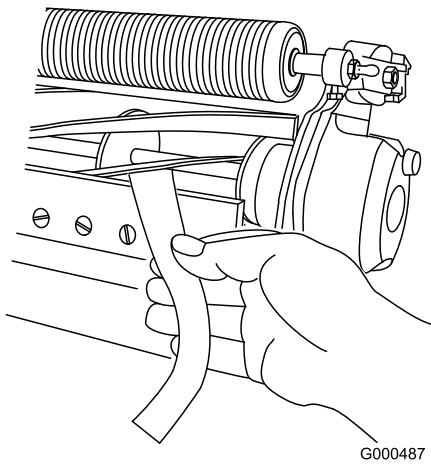

図 7
- B. 刃合わせチェックペーパーを、リールとベッドナイフとの間に入れてベッドナイフに対して直角にセットし(図7)、リールをゆっくりと前転させる紙が切れれば適切。切れなければステップAとBを繰り返す。
11. 刃合わせチェックペーパー Toro P/N 125-5610を、リールとベッドナイフとの間に入れてベッドナイフに対して直角にセットし(図7)、リールをゆっくりと前転させる紙が切れれば適切。左右のベッドバー調整ボルトをそれぞれ1クリックだけ締め、もういちど紙を切るテストを行う。紙が切れるまでこれを繰り返す。